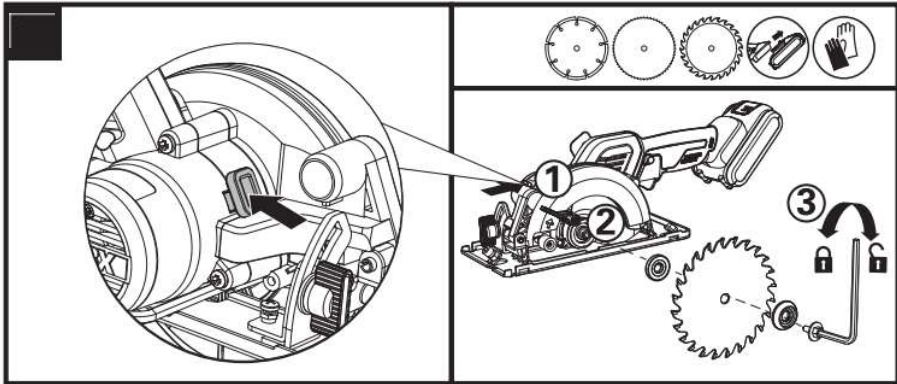

Рис. 4 Установка пильного диска
6.2.1 Установка пильного диска (рис. 4)